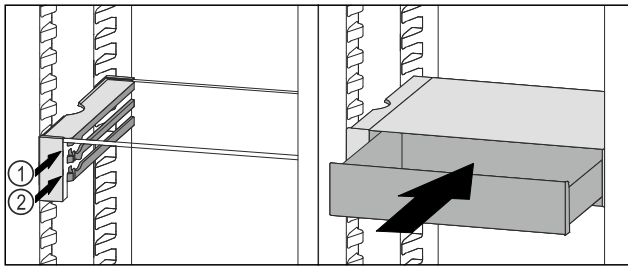

Fig. 122
- VarioSafe-Schubfach hinter den Stopperrn auf gewünschter Rippe Fig. 122 (1) oder Fig. 122 (2) aufsetzen.